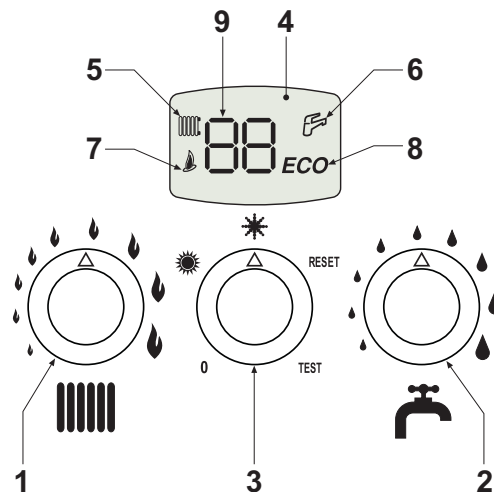
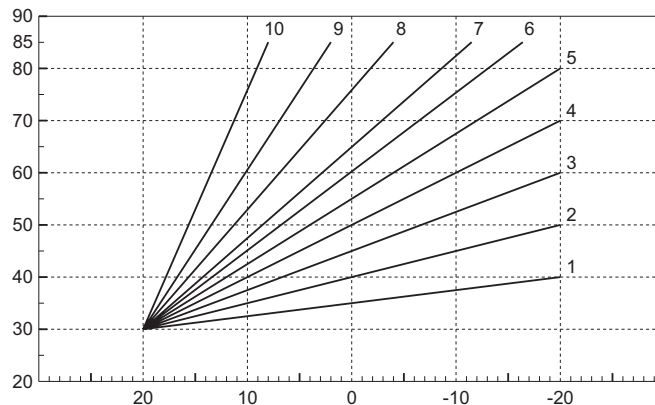
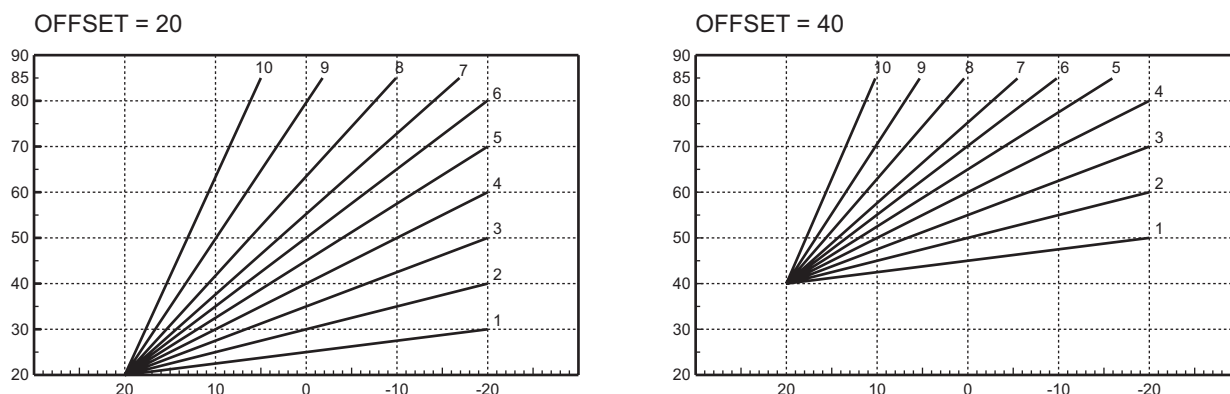

fig. 1 - Panel de control
fig. 14 - Curvas de compensación
fig. 15 - Ejemplo de desplazamiento paralelo de las curvas de compensación
La demanda de calefacción (generada por el termostato ambiente o el reloj programador a distancia) se indica mediante el encendido del radiador (5 - fig. 1).
La pantalla multifunción (9 - fig. 1) muestra la temperatura del sensor de calefacción.
La demanda de agua sanitaria (generada por la toma de agua caliente sanitaria) se indica mediante el encendido del grifo (6 - fig. 1).
La pantalla multifunción (9 - fig. 1) muestra la temperatura del sensor sanitario.
La demanda Confort (restablecimiento de la temperatura interna de la caldera) es indicada por el encendido del grifo (6 - fig. 1).
Poner el selector (3 - fig. 1) en 0.
Para volver a encender la caldera, poner el selector (3 fig. 1) en ❄️ (invierno) o ☀️ (verano).
Poner el selector (3 - fig. 1) en ☀️ (verano).
Para desactivar la modalidad Verano, poner el selector (3 - fig. 1) en ❄️ (invierno).
Mediante el mando (1 - fig. 1), la temperatura se puede regular entre 30 °C y 85 °C; pero se aconseja no hacer funcionar la caldera a menos de 45 °C.
Mediante el mando (2 - fig. 1), la temperatura se puede regular entre 40°C y 55°C.
Es posible desactivar el dispositivo (modalidad ECO) poniendo el selector (3 - fig. 1) en RESET 2 segundos y luego en ☀ (verano) o ❄ (invierno). Para activar la modalidad CONFORT, poner el selector (3 - fig. 1) nuevamente en RESET 2 segundos y luego en ❄ (invierno) o ☀ (verano).
Durante el funcionamiento con temperatura adaptable, la temperatura programada mediante el mando de la calefacción (ref. 1 - fig. 1) pasa a ser la temperatura máxima de envío de la instalación. Se aconseja definir el valor máximo para que la instalación pueda regular la temperatura en todo el campo útil de funcionamiento.
Poniendo el selector (ref. 3 - fig. 1) en posición RESET por 5 segundos y a continuación en posición ❄️ (invierno) o ☀️ (verano) se visualiza "CU".
Operar con el mando del agua sanitaria (ref. 2 - fig. 1) para regular la curva preferida entre 1 y 10 según la característica (fig. 14).
Poniendo el selector (ref. 3 - fig. 1) en posición RESET por 1 segundo y, a continuación, en posición ❄️ (invierno) o ☀️ (verano), se sale de la programación de la curva de compensación y se visualiza nuevamente "CU".
Girando en sentido horario el mando calefacción (ref. 1 - fig. 1) se visualiza "OF".
Operar con el mando del agua sanitaria (ref. 2 - fig. 1) para regular el desplazamiento de las curvas (fig. 15).
Poniendo el selector (ref. 3 - fig. 1) en posición RESET por 5 segundos y a continuación, en posición (invierno) o (verano) se sale de las modalidades de regulación curvas paralelas.